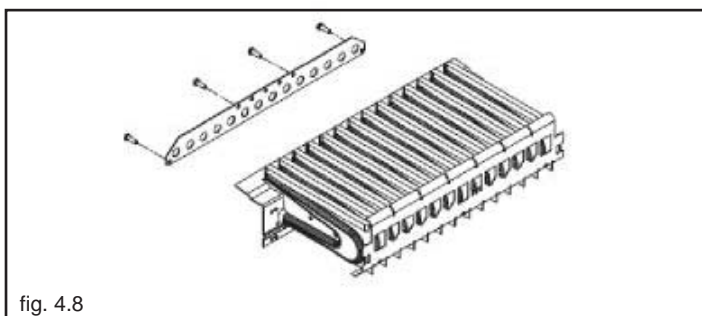

fig. 4.8
- se trattasi di trasformazione da gas metano a GPL, fissare la flangia bruciatore contenuta nel kit utilizzando le relative viti (fig. 4.8)
- se trattasi di trasformazione da gas GPL a metano o aria propano, rimuovere la flangia bruciatore (fig. 4.8)